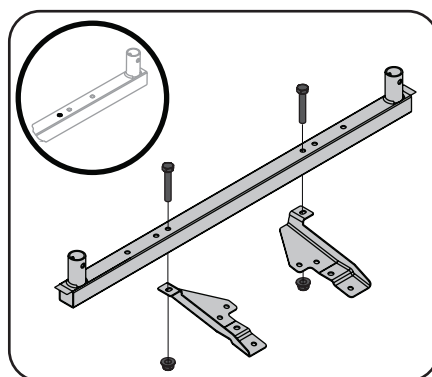

Figure 3-1
3. Arme el Soporte (683-05347) y el Conjunto de Montaje (789-00433, 789-00434) utilizando 2 Tornillos Hexagonales de cabeza (710-3180) y 2 tuercas (712-04063) tal como se muestra en la Figure 3-1.